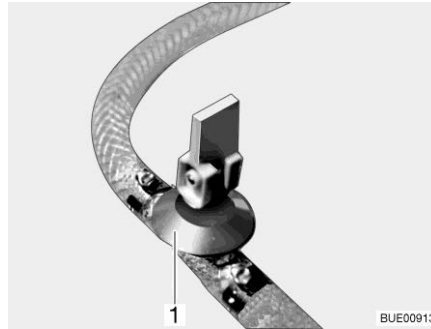
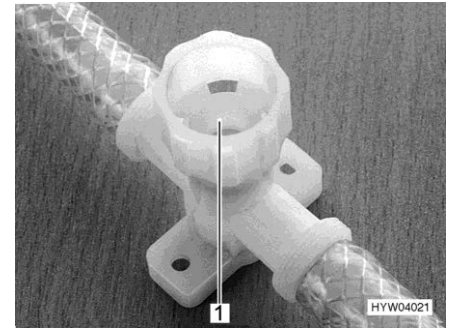

Bild 259 Avtappningskran (med vipparm)
Bild 260 Avtappningskran (med vrid)
- Öppna alla avtappningskranar. Ställ för detta avtappningskranens vipparm (Bild 259,1) lodrätt eller vrid avtappningskranens kran (Bild 260,1) moturs.